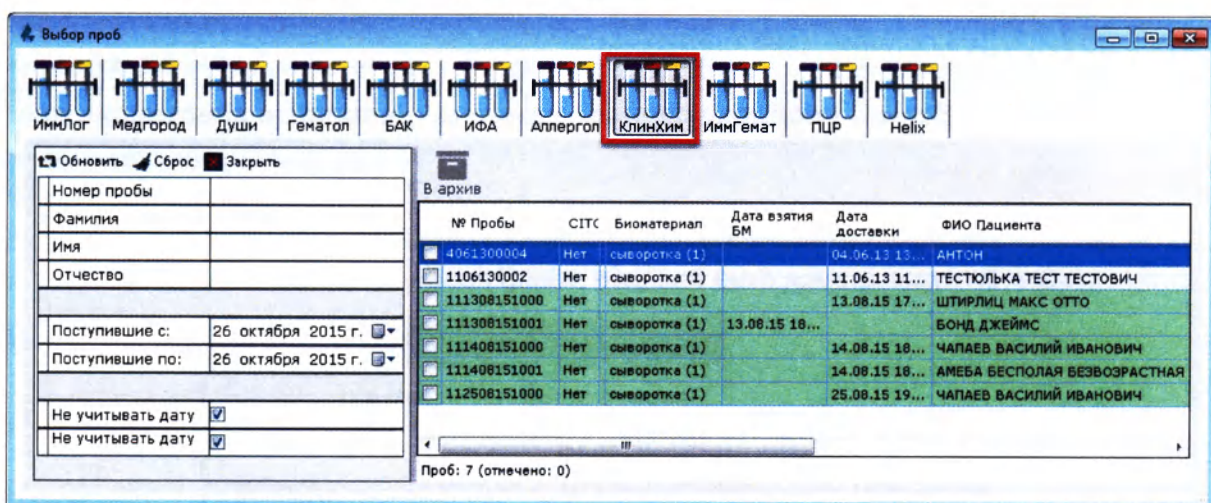

Рисунок 13.16
2. В открывшемся окне выберите необходимое подразделение, нажав советующую кнопку, например «КлинХим» (Рисунок 13.16):